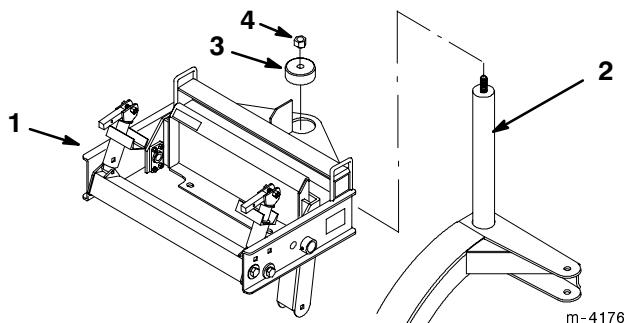

Abbildung 3
3. Den Schaft oben am Drehrahmen (Abb. 3) mit einem korrosionsbeständigen Schmierfett auf Kalziumsulfonatbasis schmieren.
4. Den Befestigungsrahmen oben am Drehrahmen auf den Schaft schieben (Abb. 3).
5. Den Befestigungsrahmen mit einer Drehkappe und 1,9 cm (3/4") Mutter befestigen (Abb. 3).